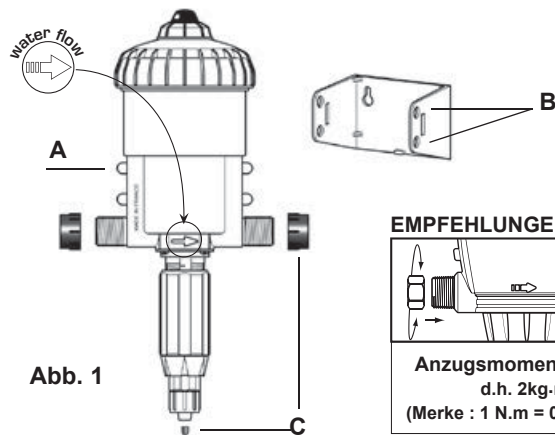

Abb. 1
- Wenn man die Halterung benutzt, die beiden seitlichen Teile leicht auseinanderdrücken und den DOSATRON einfügen, so daß die 4 Nasen am Pumpenkörper (**Abb. 1-A**) in die entsprechenden Löcher (**Abb. 1-B**) der Halterung einrasten.
Die vorhandenen Schutzkappen (**Abb. 1/2-C**) abnehmen, bevor Sie